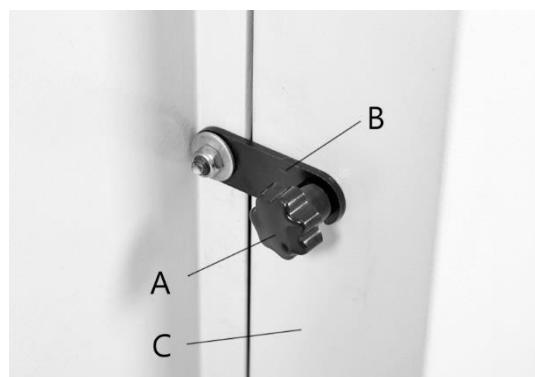
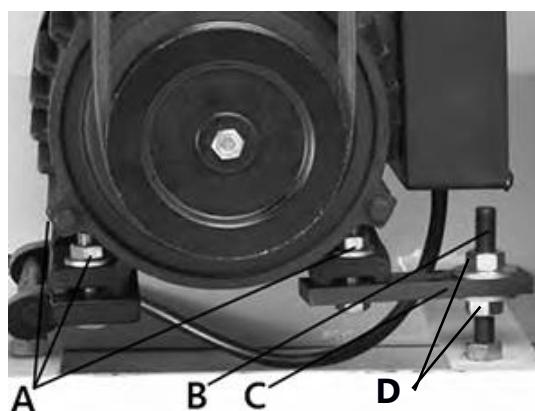

Рисунок 16.
Рисунок 24.
Откройте дверку C шкива ножевого вала (рис. 16). Вращайте ножевой вал, чтобы получить доступ к одному из трех ножей.
- Ослабьте рукоятку A (рис. 16), откройте замок B, откройте дверцу C.
- Чтобы настроить натяжение ремня, ослабьте гайки D (рис. 24), чтобы передвигать основание электродвигателя вверх или вниз до тех пора не получите отклонение в 12 мм, как написано в предыдущем пункте.
Для замены, отключите станок от сети. Откройте дверцу C (рис. 16), ослабьте крепеж B на пластине натяжения C, которая крепит электродвигатель к кронштейну (рис. 24).
Ослабьте крепеж А, который крепит электродвигатель к кронштейну (рис. 24). Передвигайте электродвигатель горизонтально пока шкив ножевого вала не выровняется со шкивом электродвигателя.